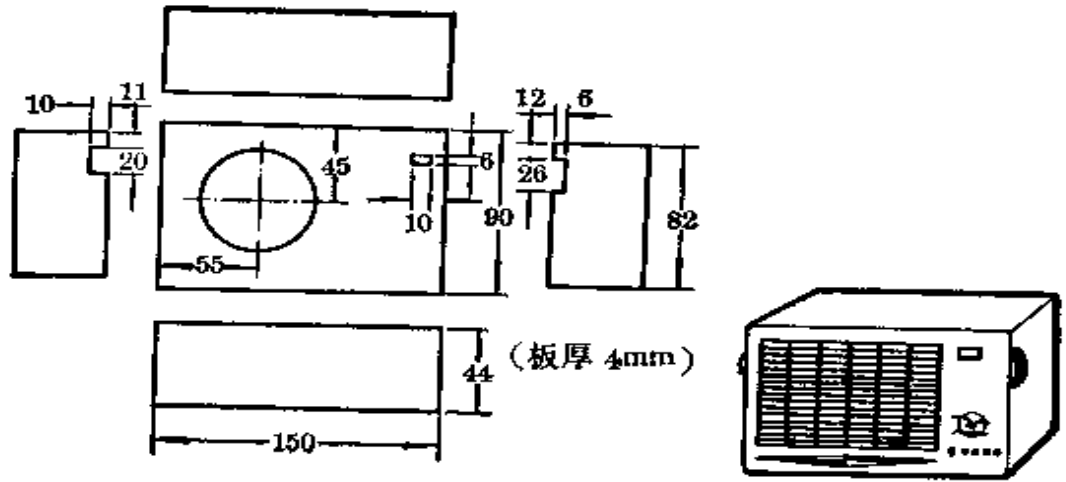

图 6-11
3. 机壳 少年读者可根据底板的尺寸和喇叭大小,以及可变电容器、电位器等大型元件的位置情况,自己做一只。图 6-11 画了一个机壳的样式供大家参考。